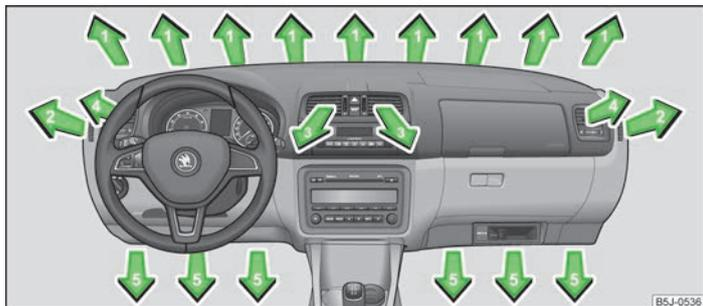
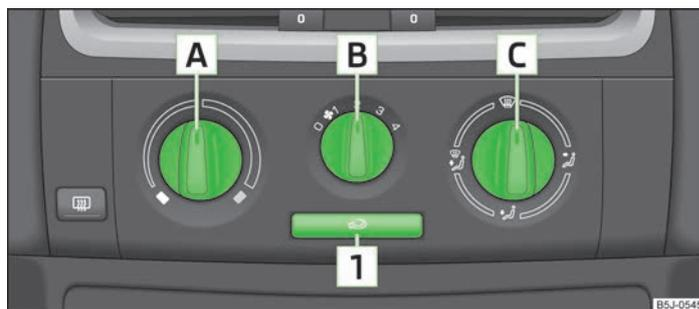

Abb. 74 Luftaustrittsdüsen
Abb. 75 Heizung: Bedienelemente
➤ Das senkrechte Rad (Luftaustrittsdüsen 3) » Abb. 74 bzw. das waagerechte Rad (Luftaustrittsdüsen 4) in die Stellung drehen.
➤ Das senkrechte Rad (Luftaustrittsdüsen 3) » Abb. 74 bzw. das waagerechte Rad (Luftaustrittsdüsen 4) in die Stellung 0 drehen.
- Die waagerechten Lamellen mithilfe des verschiebbaren Verstellers schwenken, um die Höhe der Luftströmung zu ändern » Abb. 74.
Die Luftzufuhr für die einzelnen Luftaustrittsdüsen mit dem Luftverteilungsregler **C** » Abb. 75 auf Seite 70 einstellen. Die Luftaustrittsdüsen 3 » Abb. 74 und 4 können einzeln geschlossen und geöffnet werden.
- Den Drehregler **A** » Abb. 75 nach rechts drehen, um die Temperatur zu erhöhen.
- Den Gebläseschalter **B** » Abb. 75 in eine der Positionen 1 bis 4 drehen, um das Gebläse einzuschalten.
- Mit dem Luftverteilungsregler **C** » Abb. 75 wird die Richtung des Luftaustritts geregelt » Seite 70.
Alle Bedienelemente, außer dem Gebläseschalter **B** » Abb. 75, können auf jede beliebige Zwischenstellung eingestellt werden.
- Bedienelemente **A** » Abb. 75 auf Seite 70, **B**, **C** und die Taste **1**.
- Die Taste  **1** » Abb. 75 auf Seite 70 drücken, in der Taste leuchtet die Kontrollleuchte auf.
- Die Taste  **1** » Abb. 75 auf Seite 70 erneut drücken, die Kontrollleuchte in der Taste erlischt.
Wenn der Luftverteilungsregler **C** » Abb. 75 auf Seite 70 in die Position  gedreht wird, wird der Umluftbetrieb automatisch ausgeschaltet. Durch wiederholtes Drücken der Taste  kann auch in dieser Stellung der Umluftbetrieb wieder eingeschaltet werden. ▶